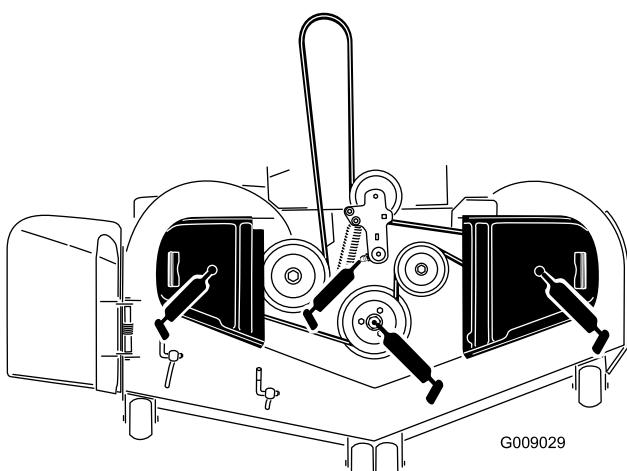

Figura 40
3. Engrase el pivote de la polea tensora de la carcasa del cortacésped hasta que salga grasa por el extremo inferior (Figura 40).
4. Engrase los puntos de engrase de los laterales de los 3 ejes hasta que salga grasa del extremo inferior (Figura 40).
- Engrase el brazo tensor de la correa de transmisión (Figura 40).